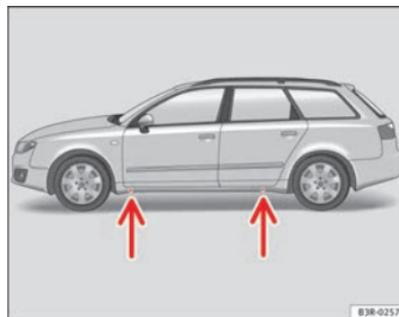

Abb. 196 Radwechsel:
- Suchen Sie den **Aufnahmepunkt** am Unterholm, der dem defekten Rad am nächsten liegt ⇒ Seite 266, Abb. 196 -Pfeile-.
Am Unterholm kennzeichnen jeweils vorn und hinten Eindrückungen die Stellen, an denen der Wagenheber angesetzt werden darf ⇒ Seite 266, Abb. 196 -Pfeile-. Es gibt für jedes Rad genau *eine* Stelle. An anderen Stellen darf der Wagenheber nicht angesetzt werden.